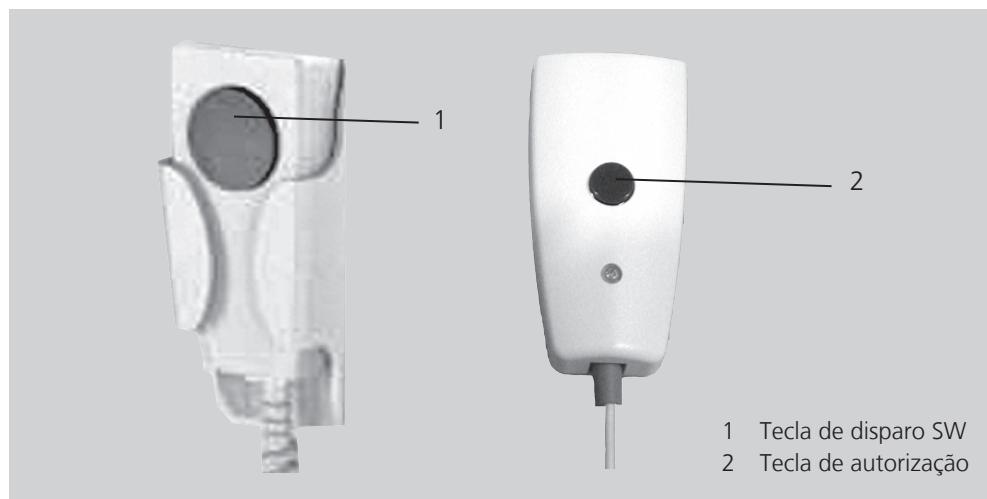

Figura 4-13 Interruptor manual
- a tecla de disparo SW na parte frontal (Figura 4-13/1)
- a tecla de autorização na parte traseira (Figura 4-13/2).